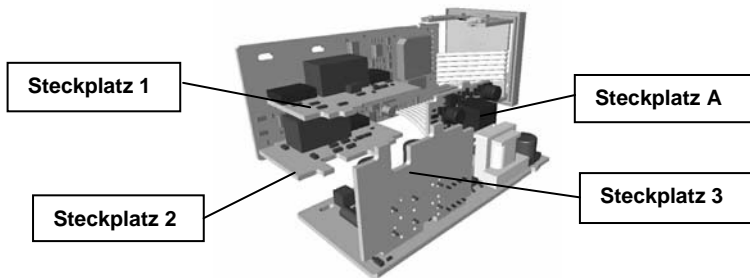

Bild 5 - Einbaulage der Optionsmodule
2. Merken Sie sich die Einbaulage des Gerätes für den Wiedereinbau in das Gehäuse. Die Positionen für die Haupt- und Options-Platinen im Gerät sind im folgenden Bild 5 gezeigt.